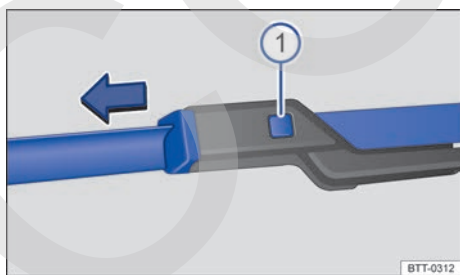

Fig. 150 Cambio de las escobillas limpiacristales del parabrisas.
- Mantenga presionada la tecla de desbloqueo → fig. 150 Ⓞ y tire al mismo tiempo de la escobilla en el sentido que indica la flecha.